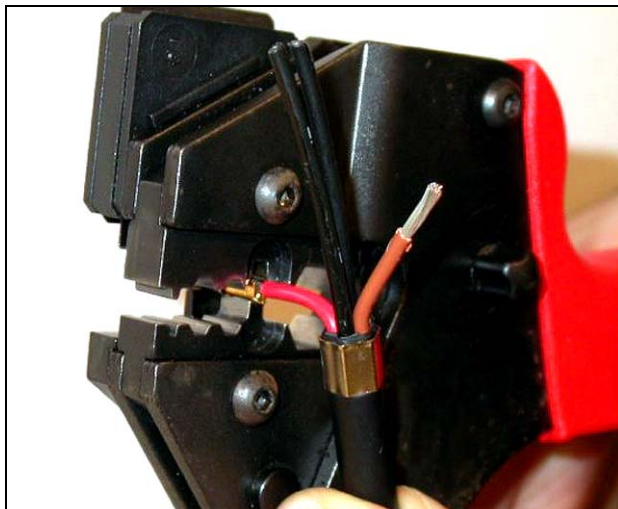

рисунок 30.13: Обжимка гнездового контакта (2)
- 11 Задвиньте один зачищенный медный провод в область гнездового контакта и сожмите опрессовочные клещи, чтобы обжать контакт гнезда на медном проводе (см. рисунок 30.13).